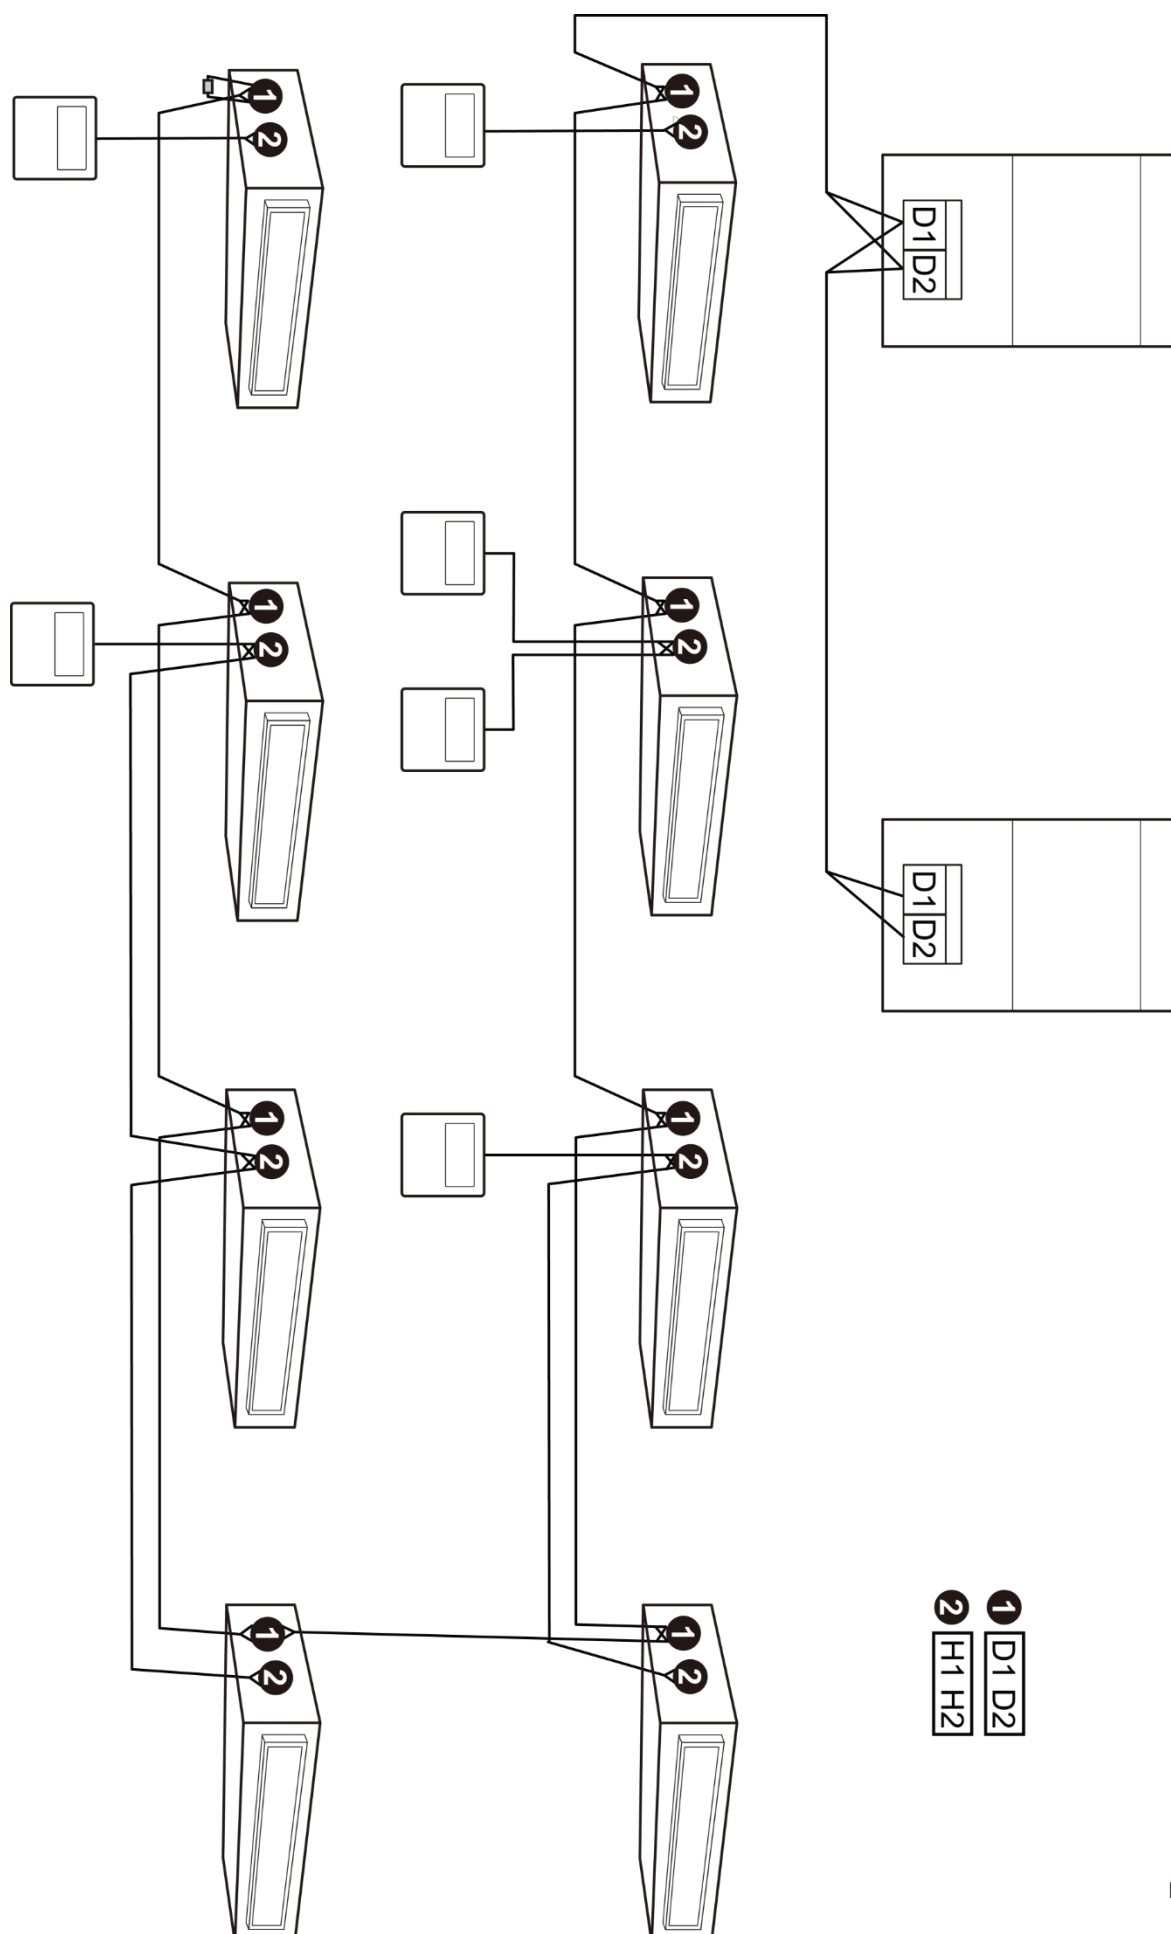

Fig. 5.7
- 4) Um comando com fios é capaz de controlar 16 unidades interiores ao mesmo tempo. (ver fig. 5.7)